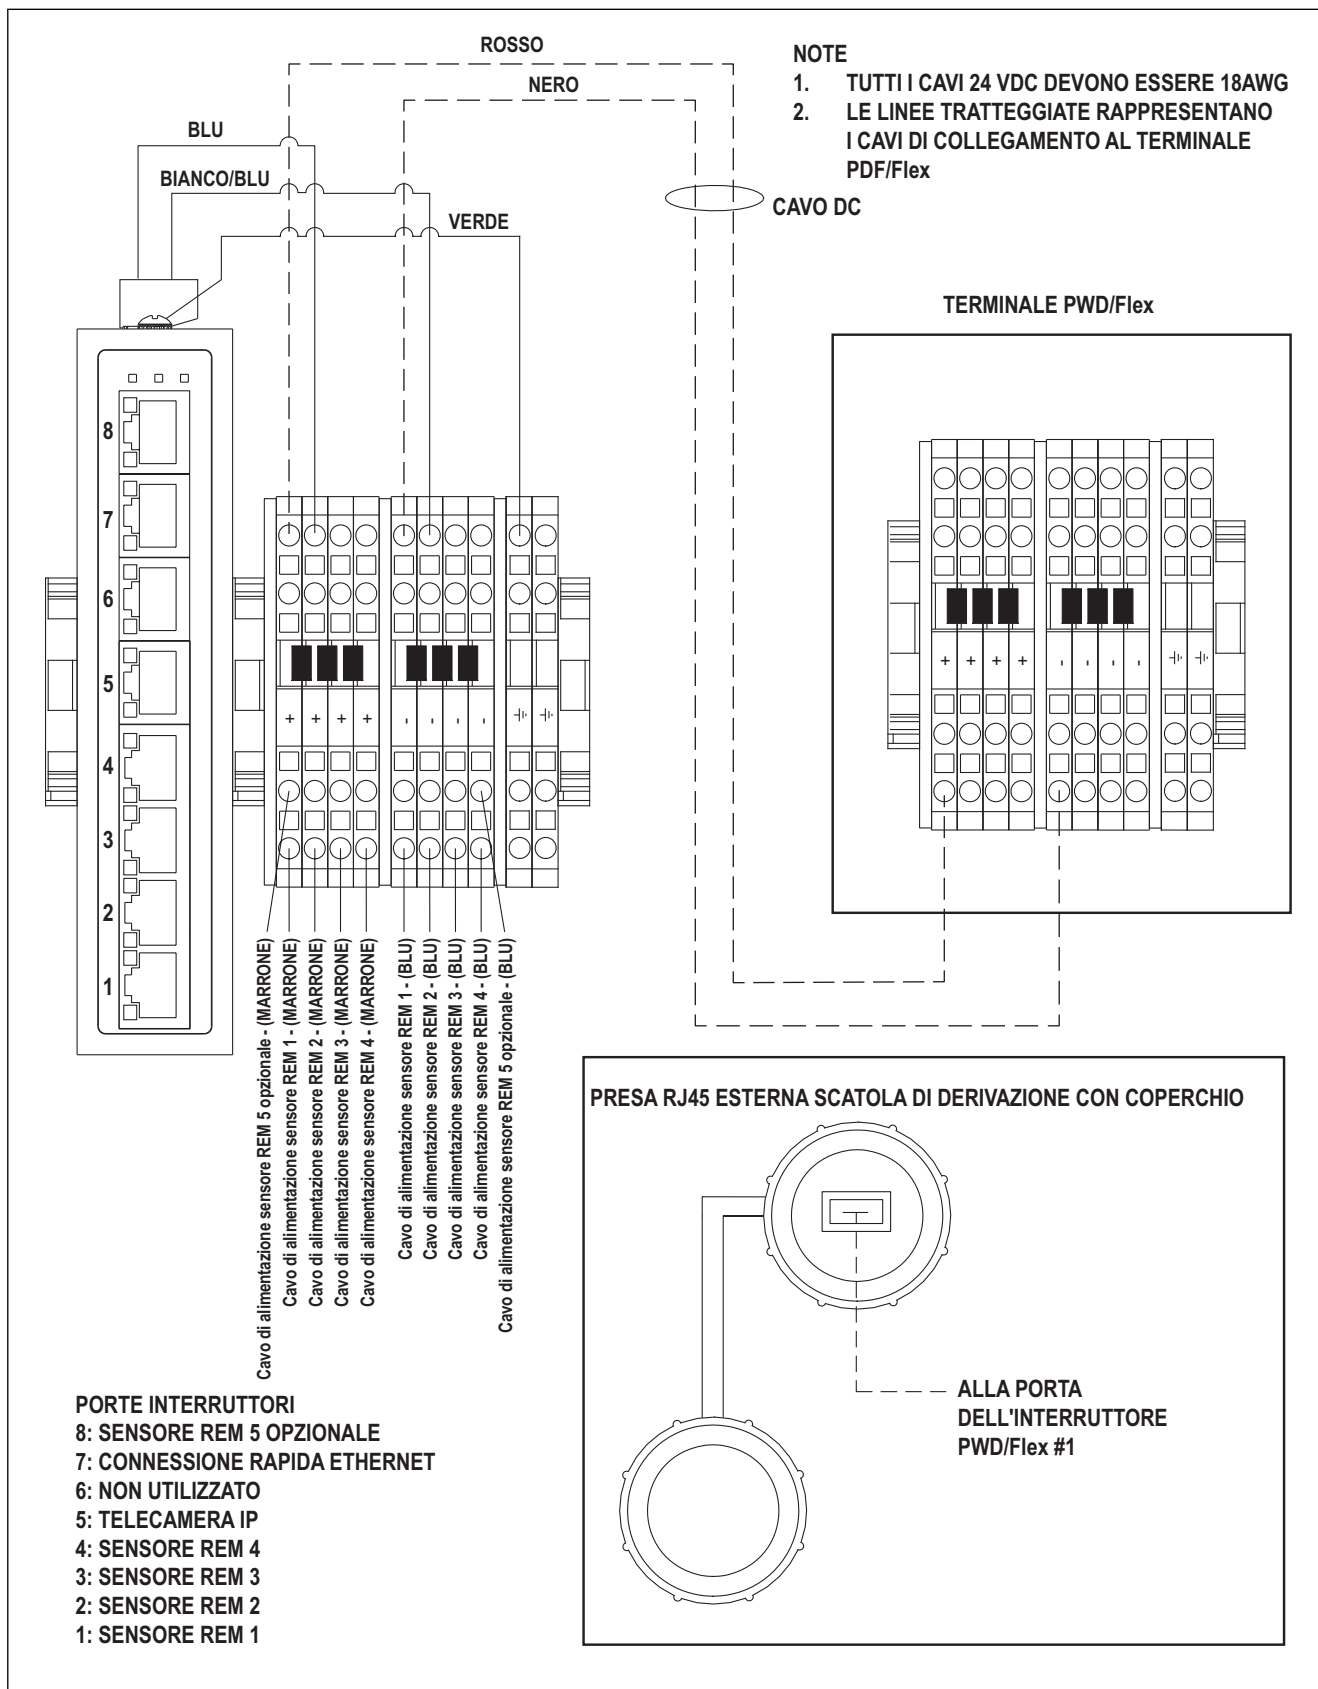

Figura 5-4. Cablaggio della scatola di derivazione
7. Collegare i cavi Ethernet del sensore IFM remoto (verdi) alle porte Ethernet della scatola di derivazione (Figura 5-4 a pagina 26).
9. Collegare i cavi di alimentazione del sensore IFM remoto alla morsettieria della scatola di derivazione (Figura 5-4 a pagina 26).
3. Collegare la scatola di derivazione come illustrato nella Figura 5-4 a pagina 26.